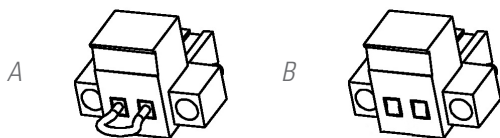

Fig. 22. Conector para el EPO externo.
- ☐ Ya bien al retirar el conector hembra del zócalo donde está insertado. Este conector lleva conectado un cable a modo de puente que cierra el circuito (ver Fig. 22-A).
- ☐ O al accionar el pulsador externo al equipo y de propiedad del usuario e instalado entre los terminales del conector (ver Fig. 22-B). La conexión en el pulsador deberá estar en el contacto normalmente cerrado -NC-, por lo que abrirá el circuito al accionarlo.